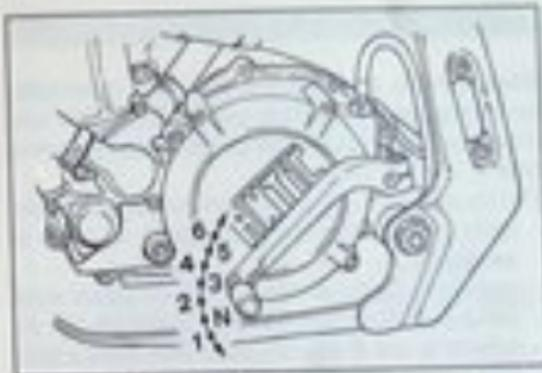

Fig. 4 - Pedale selettore
- mettere il cambio in posizione di folle (fig. 4);
- dopo aver fatto girare in folle il motore per alcuni minuti in modo da portarlo a temperatura ottimale di esercizio ed abbassato la leva dello starter tirare a fondo la leva della frizione e innestare la 1ª marcia (pedale verso il basso fig. 4);